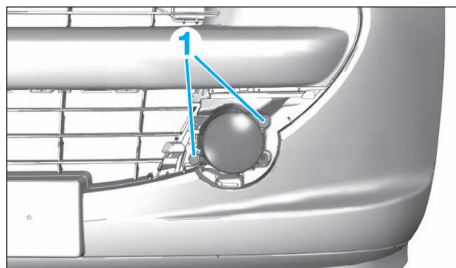

FIG. 8
- Déposer les vis de fixation (1) (Fig.8).